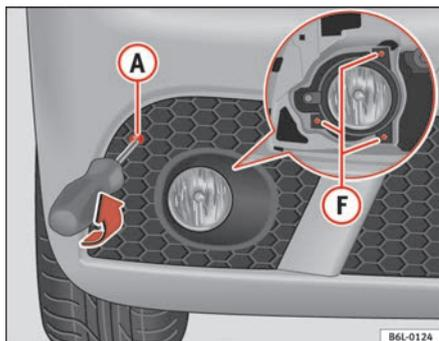

Fig. 158 Phares antibrouillard
- Démontez les deux vis de fixation (F) ⇒ fig. 158 et une fois libéré déconnectez le connecteur.
- Démontez la grille, en retirant la vis (A) ⇒ fig. 158, tirez soigneusement de la grille du côté de la vis et libérez le cache.